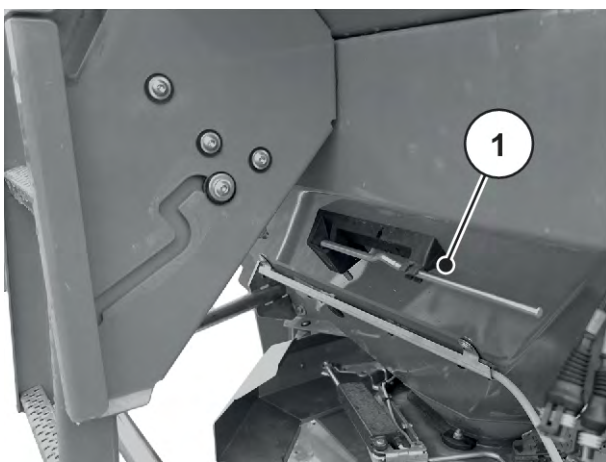

Рис. 26: Положение регулировочного рычага AXIS хх.2
- ▶ Поместите регулировочный рычаг в предусмотренное для него крепление. См. *Рис. 26 Положение регулировочного рычага AXIS xx.2*